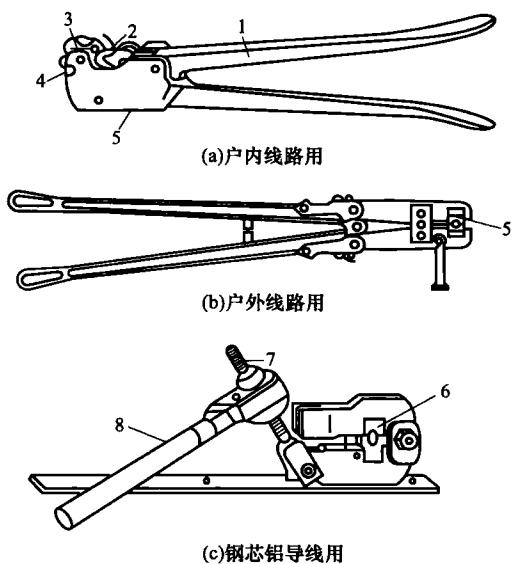

图 1-1 铝导线压接钳
(1) 导线连接工具 导线的连接方法很多，而专用工具有导线、电缆的户内外压接钳。
① 户内线路使用的导线、电缆压接钳。如图 1-1 (a) 所示。该压接钳由钳头和钳柄两部分组成，钳头由阳模、阴模和定位螺钉等构成。阴模需随不同规格的导线而选配。使用时，拉开钳柄，嵌入线头，然后两手夹紧钳柄，用适当的力进行压接。
② 户外线路使用的导线、电缆压接钳。如图 1-1 (b) 所示。其结构和使用方法与户内线路使用的压接钳类似。
③ 钢芯铝导线压接钳。如图 1-1 (c) 所示。该压接钳由钳头、压模、螺杆和摇柄等组成，压接时用摇柄旋压。